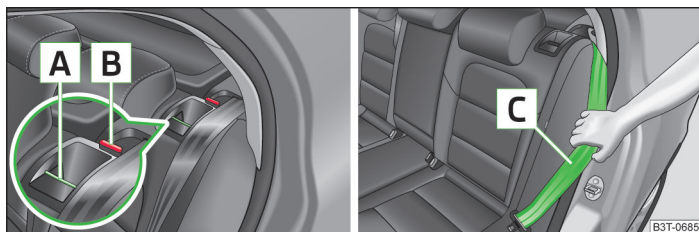

Fig. 59 Respaldo: desbloquear/bloquear
- Presionar el botón de desbloqueo [A] » fig. 59 y abatir completamente el respaldo hacia delante.
- Mantener el cinturón de seguridad lateral trasero [C] » fig. 59 en el revestimiento lateral.